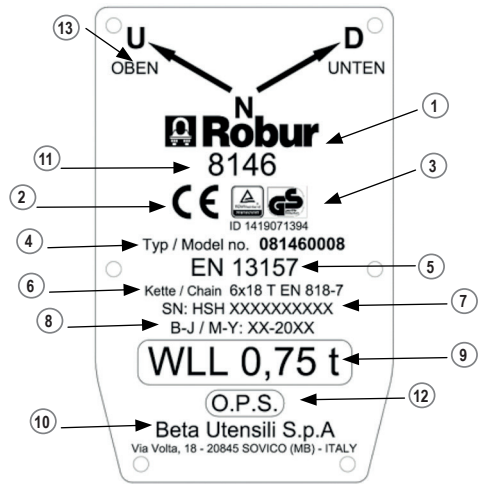
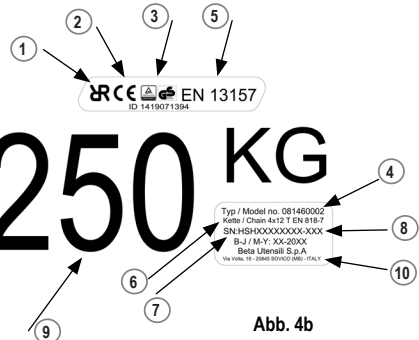

Abb. 4a
Abb. 4b
Alle Informationen des Hebezeugs sind auf einem Typenschild am Hebelzug enthalten (Abb. 4a - Abb. 4b).
** Für Hubhöhen, die nicht in der Tabelle der technischen Spezifikationen angegeben sind, bezieht sich die auf dem Typenschild in Abb. 4a und 4 b aufgeführte Modellnummer stets auf jene Modellnummer mit TÜV-geprüfter Hubhöhe, und zwar 1,5m. In diesen Fällen wird außerdem ein weiteres Typenschild in der Nähe des unteren Endanschlags angebracht. Die Hubhöhe und somit die Kettenlänge haben keinen Einfluss in Sachen Normübereinstimmung.